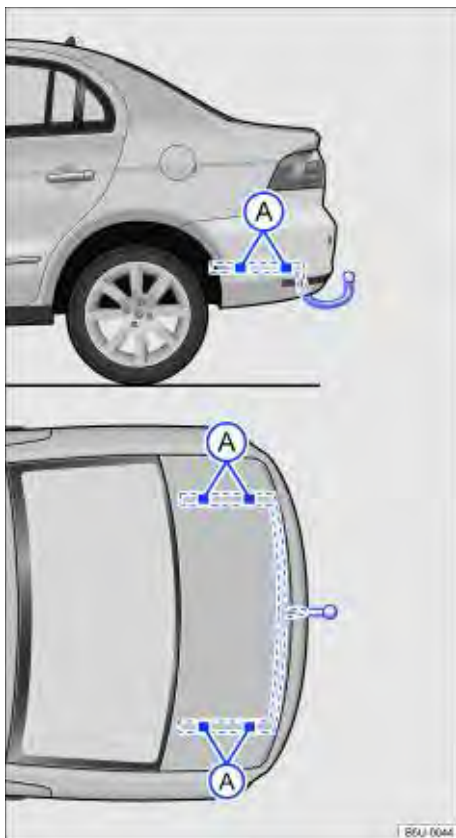

Fig. 84 Pontos de fixação para instalar um dispositivo de reboque posteriormente.
A montagem posterior de um dispositivo de reboque deverá ser efetuada de acordo com as instruções do respectivo fabricante do engate, sempre respeitando os pontos de fixação indicados na ⇒ Fig. 84 (A).